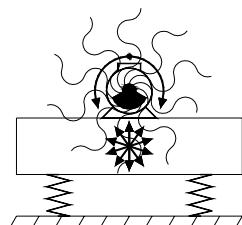

Fig.1
La tecnologia dei prodotti **VIB** può essere applicata per la realizzazione di sospensioni elastiche per canali vibranti azionati da masse eccentriche (ad esempio motovibratori) in rotazione "montate a bordo". Per poter realizzare un trasportatore ad oscillazioni in cui le vibrazioni trasportino il materiale con regolarità lungo tutto il piano è indispensabile che il canale vibrante sia il più rigido possibile ed eventualmente nervato nelle direzioni di applicazione della forza di azionamento. L'applicazione della forza di eccitazione è generalmente tra i 45°/60° rispetto al piano di avanzamento ed è prodotta da due masse eccentriche rotanti in fase tra loro. Un solo motovibratore, infatti, fornisce delle forze di vibrazione lungo tutte le direzioni sui 360° (fig.1), mentre due motovibratori in fase con verso di rotazione opposto tra loro forniscono una sola vibrazione armonica avente la direzione perpendicolare al piano di applicazione dei due motori (fig.2). La retta d'applicazione della forza d'eccitazione, inoltre, deve cadere nel baricentro del canale. Le velocità di rotazione delle masse devono essere comprese tra i 750 e i 3000 giri/min per non provocare eccessivi squilibri. Le sospensioni elastiche realizzate con la tecnologia VIB, grazie ai loro inserti in gomma naturale, consentono di sviluppare vibrazioni armoniche lungo tutto il piano vibrante negando alle stesse di propagarsi alla struttura fissa dell'impianto. Gli elementi oscillanti VIB consentono di isolare, non essendoci parti metalliche in contatto tra loro, le cariche elettrostatiche che si potrebbero creare per attrito durante il trasporto del materiale.
*VIB technology can be applied to produce elastic suspensions for vibrating channels actuated by "on board" eccentric rotating masses (example: motor vibrators). In order to produce an oscillating conveyor in which vibrations uniformly carry the material along the entire plane, the vibrating channel must be as stiff as possible and, if necessary, with ribs pointing to the direction of application of the actuation force. The application of the excitation force is generally ranging from 45° to 60° compared to the feed plane and is the result of two eccentric masses rotating synchronously. One motor vibrator is enough to supply and spread vibration forces in all directions at 360° (fig. 1) while two timed motor vibrators with opposite rotation direction produce one harmonic vibration only, whose direction is perpendicular to the application plane of the two motors (fig. 2). The straight line of the excitation force must fall in the centre of gravity of the channel. The rotation velocities of the masses must range from 750 and 3000 rounds/min in order to avoid any excessive unbalances. Elastic suspensions obtained with VIB technology, given their inserts of natural rubber, generate harmonic vibrations all along the vibrating plane yet avoiding their propagation to the fix structure of the plant. Because VIB oscillating elements have no metal parts in contact with each other, they can insulate from electrostatic charges, which may be induced by friction while the material is being conveyed.*